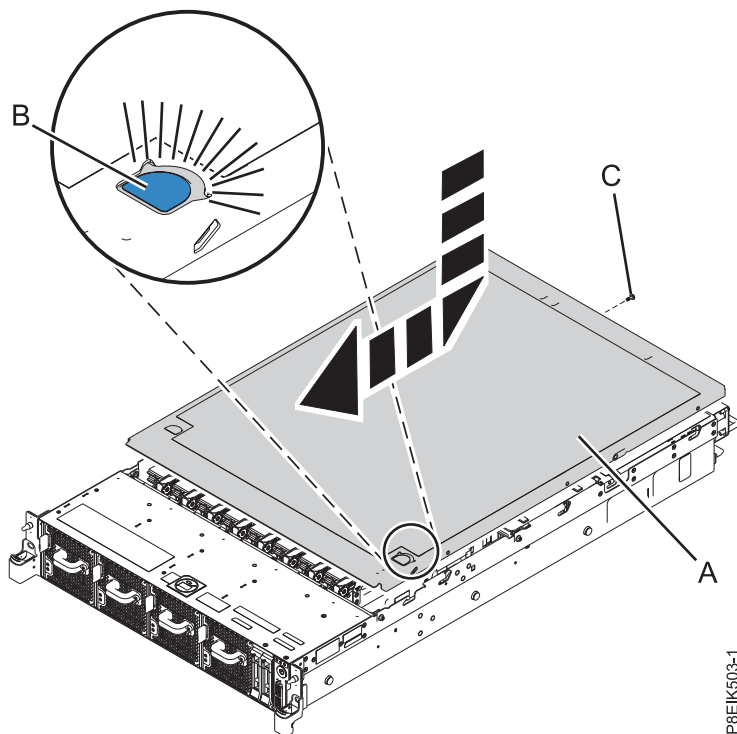

Figure 40. Installation du capot
1. Placez le capot (A) sur l'unité centrale en prenant soin d'aligner les broches d'alignement du capot avec les emplacements du châssis. Faites-le glisser vers l'avant du système jusqu'à ce que les loquets bleus (B) s'enclenchent, comme illustré dans la figure 40.
2. Fixez la vis (C) à l'arrière du capot.